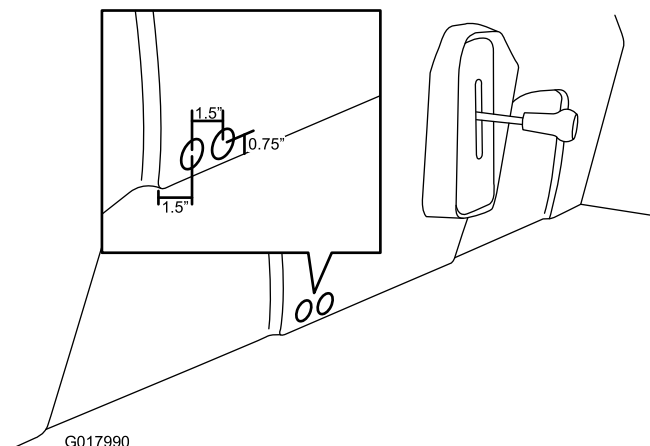

Рисунок 25
- Отметьте и просверлите 2 отверстия в основании сиденья, используя цилиндрическую пилу диаметром 1 дюйм, как показано на Рисунок 25.